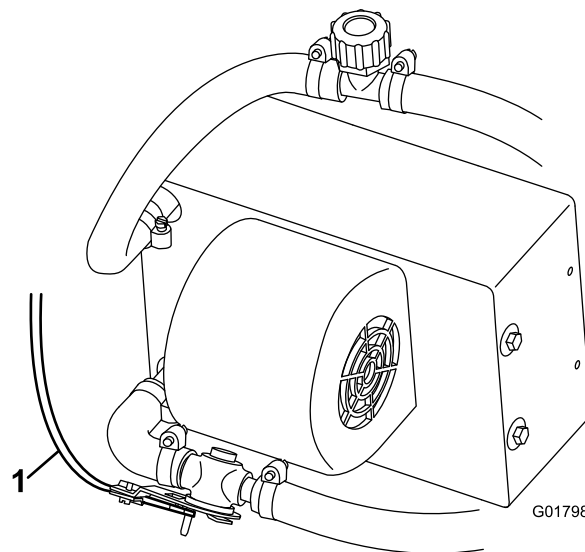

Figura 30
9. Enrute y conecte el cable de control del calentador a la válvula del calentador (Figura 30).